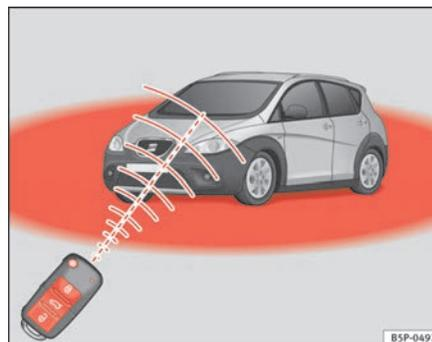

Fig. 64 Périmètre d'action de la radiocommande
- La radiocommande fonctionne uniquement lorsque vous vous trouvez dans le périmètre d'action ⇒ page 106, fig. 64 (zone rouge).